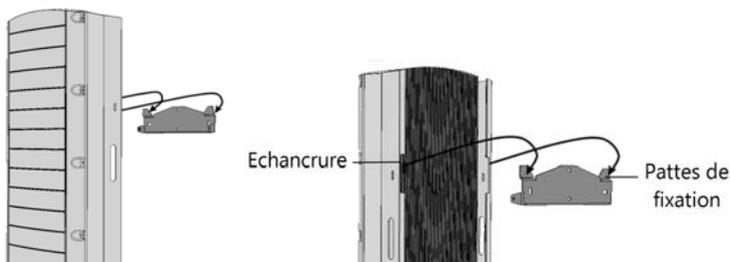

Figure 9: Fixation de l'onduleur sur le support
- S'assurer que la partie plate du support est vers le bas comme dans la *Figure 9*.
5. Positionnez l'onduleur sur le support (voir la *Figure 9*): soulevez l'onduleur sur les côtés, ou maintenez ce dernier en le tenant par le haut et par le bas pour le soulever et le mettre en position.
deux côtés de l'onduleur et dans le support. (Voir la *Figure 9*). Serrer les vis à l'aide d'un moment de torsion de $4,0 \text{ N} \cdot \text{m}$ / $2,9 \text{ lb} \cdot \text{ft}$.